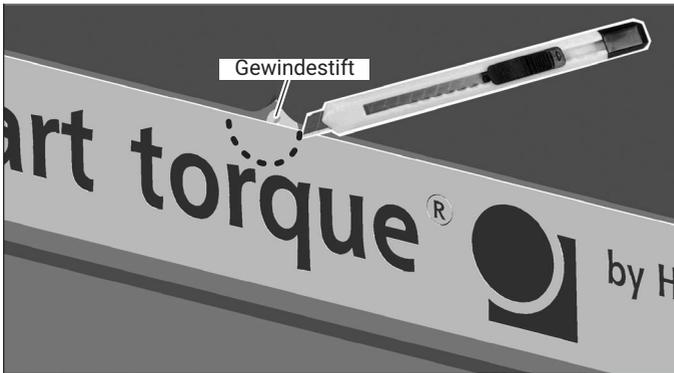

Abb. 8.5 Folie ausschneiden
2. *Nur bei Messbereichen $500 \text{ N} \cdot \text{m}$ bis $3 \text{ kN} \cdot \text{m}$ und nachträglich bestelltem Berührungsschutz:* Die Gewindebohrungen für die Arretierschrauben sind teilweise durch die aufgeklebte Folie verdeckt. Schneiden Sie an dieser Stelle einen Halbkreis mit einem Mindestradius von 6 mm aus der Folie heraus (z. B. mit einem Cutter, siehe Abb. 8.5). Entfernen Sie nun auf beiden Seiten des Stators die Gewindestifte aus den Gewindebohrungen.